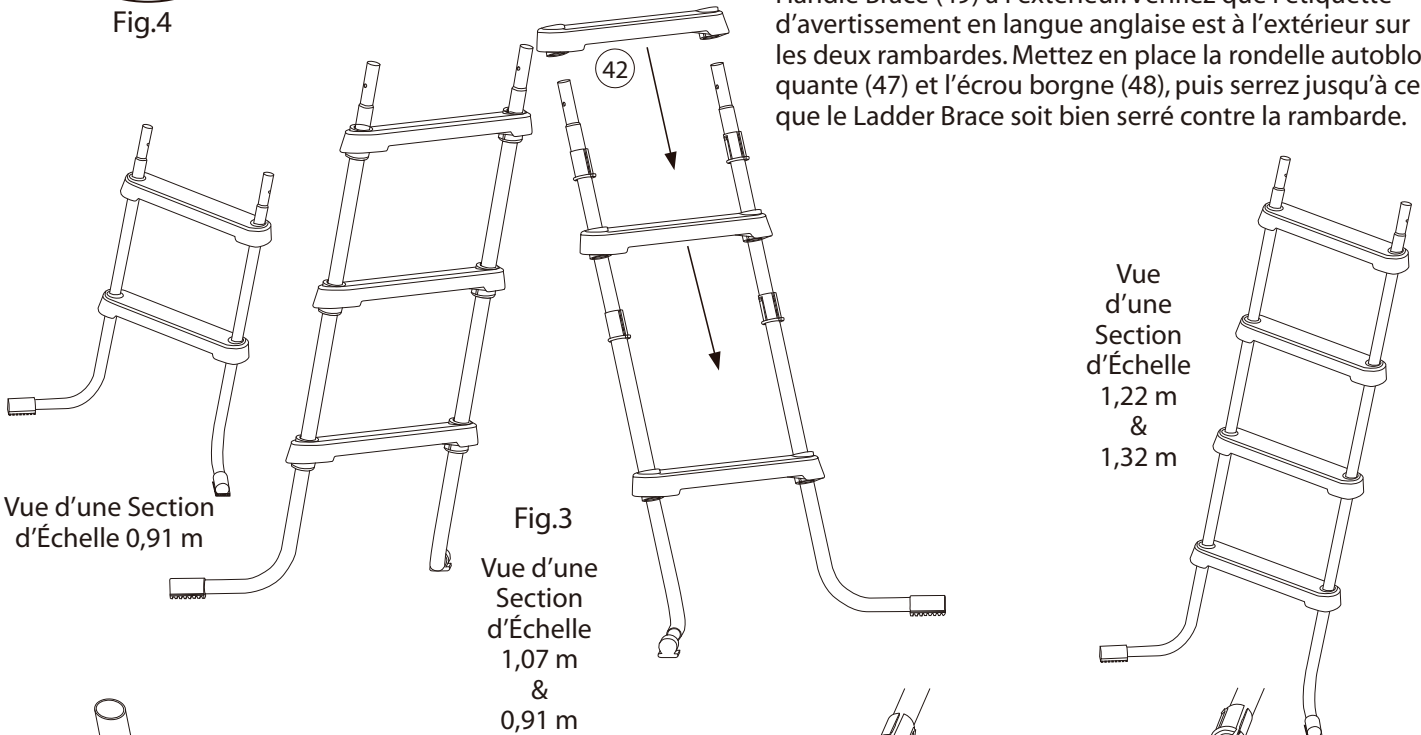
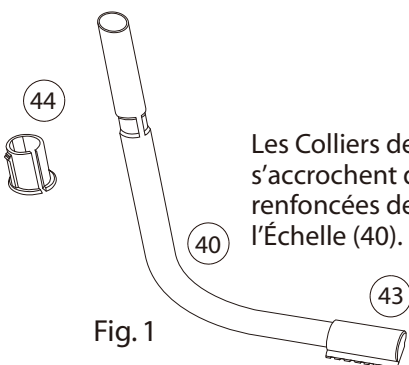
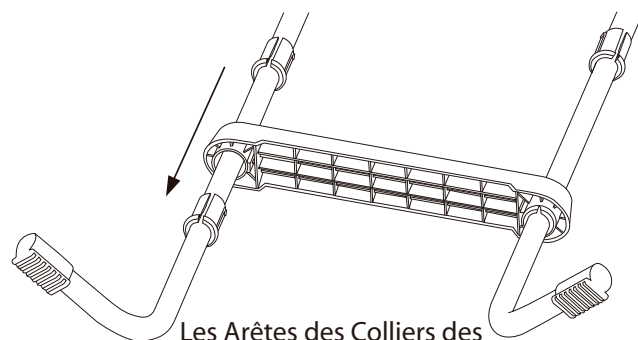

Fig.3
Fig. 1
Fig. 2
1. Séparez les pattes de l'échelle (40) - 2 pièces du côté gauche et 2 du côté droit. Répérez les inscriptions «L» et «R» (gauche et droit) dans le haut des pattes.
2. Commencez avec une des sections de patte identifiée «R» (40). Forcez délicatement le côté de l'attache pour échelon (44), de façon à la faire passer par-dessus la patte de l'échelle, puis faites-la glisser vers le bas jusqu'à la portion renfoncée inférieure, tel qu'illustré à la Fig. 1. La rainure de l'attache pour échelon doit être orientée vers l'intérieur de l'échelle, tel qu'illustré en Fig. 2. Répétez pour la section gauche identifiée «L».
3. Faites glisser un échelon (42) le long des deux sections de patte. Assurez-vous que le côté de l'échelon identifié par un «R» se trouve sur la patte du droite. Faites glisser l'échelon jusqu'à ce que les attaches (44) s'insèrent dans le côté inférieur de l'échelon et que les rainures des attaches s'enclenchent solidement. Les attaches pour échelon doivent demeurer en place dans la partie renfoncée des pattes de l'échelle lorsque vous les installez. Une fois posées, les attaches doivent affleurer le bas de l'échelon. Voir la Fig. 2.
4. Répétez les étapes 2 et 3 pour installer les autres attaches pour échelon (44) et échelons (42) de la première section.
6. Les Machine Screws (45) doivent être installés en partant de l'intérieur de la rambarde (41) vers le Ladder Handle Brace (49) à l'extérieur. Vérifiez que l'étiquette d'avertissement en langue anglaise est à l'extérieur sur les deux rambardes. Mettez en place la rondelle autobloquante (47) et l'écrou borgne (48), puis serrez jusqu'à ce que le Ladder Brace soit bien serré contre la rambarde.
7. Maintenez en position verticale les sections de patte de l'échelle, les pieds vers l'avant, tel qu'illustré à la Fig. 3. Placez les poignées de l'échelle (41), avec les entretoises vers l'extérieur sur le dessus des deux sections de patte de l'échelle.